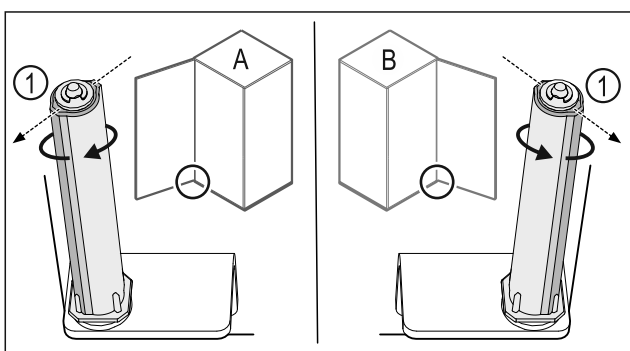

Fig. 55 Opritorul din stânga (A) / opritorul din dreapta (B)
- ▶ Rotiți sistemul de închidere până la rezistență, până când pragul sistemului de închidere Fig. 55 (1) este orientat spre exterior.